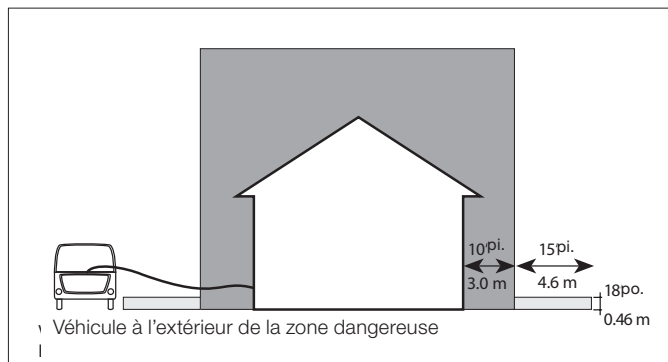

Figure 7 – Emplacement du véhicule
1. Classe I, division 1 (zone 1), à l'intérieur du bâtiment. Voir le Figure 7 et Figures 7 and 8, page 20.
2. Classe I, division 2 (zone 2), jusqu'à 10 pi (3 m) du bâtiment dans n'importe quelle direction. Voir les Figure 7 et Figures 7 and 8, page 20.
3. Classe I, division 2 (zone 2), entre 10 pi (3 m) et 25 pi (7,6 m) du bâtiment dans n'importe quelle direction et à une hauteur de 18 po (0,45 m) au-dessus du sol. Voir les Figure 7 et Figures 7 and 8, page 7.